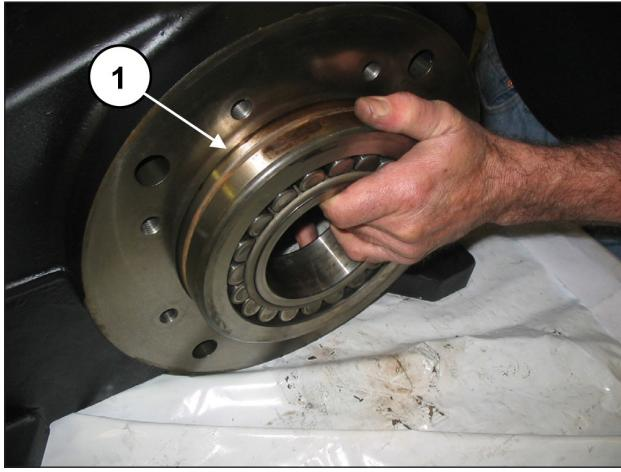

Fig. 30
Da parte oposta, extraia o rolamento (pos. ①, Fig. 30).